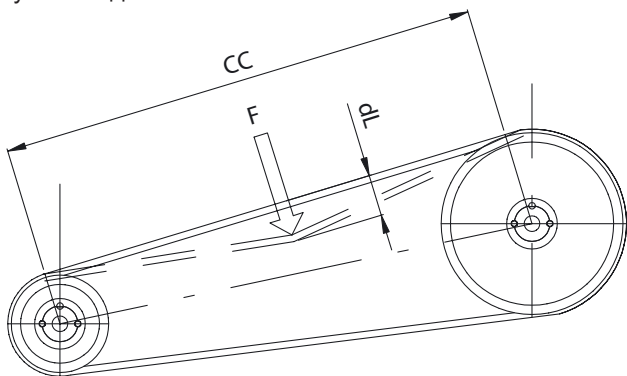

рис. 2. натяжение ремня.
3. Натягивайте ремень до тех пор, пока он не станет прогибаться приблизительно на 9 мм (dL) при давлении около 9 кг (F), см. рис. 2.